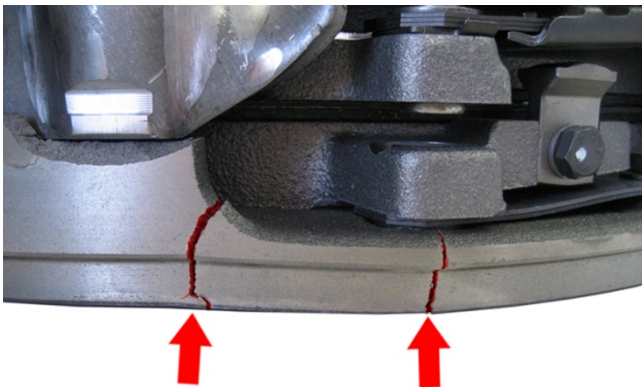
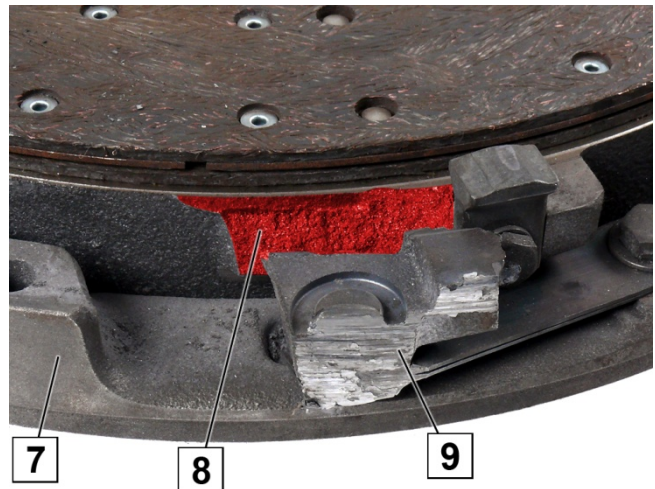

Abb. 2: Zwischenring gebrochen
Abb. 3: Zwischenring, Auge abgebrochen und an Getriebeglocke abgeschliffen
Zweischeibenkupplung mit gebrochenem Zwischenring (Abb. 2) nicht einbauen. Der gebrochene Zwischenring verursacht Trennschwierigkeiten. Das abgebrochene Auge (9) des Zwischenrings (7) bewegt sich durch die Fliehkraft nach außen und beschädigt oder zerstört die Getriebeglocke (Abb. 3).
- Zwischenring (7) auf Bruchstellen prüfen (Abb. 2).
- Zwischenring (7) hinter den Augen (6) auf Beschädigung prüfen.